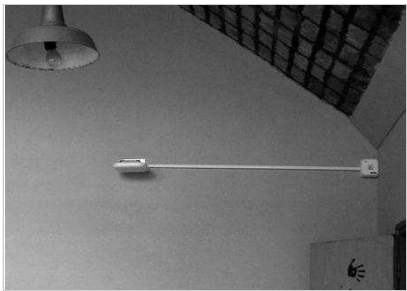

Fig. 14 - Instalación de AP en pared reutilizando cableado existente
- En caso de re-utilización de cableados existentes, la caja de registro podrá quedar como finalización del cableado existente y entre ese punto y el AP se instalará una canalización para alojar el patch-cord (Fig. 14).